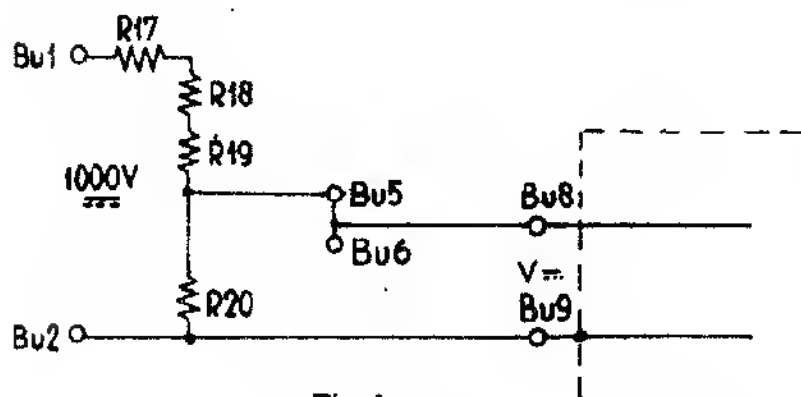

Fig. 4
c. Spanningsgebied 0-1000 V gelijkspanning (zie fig.4)